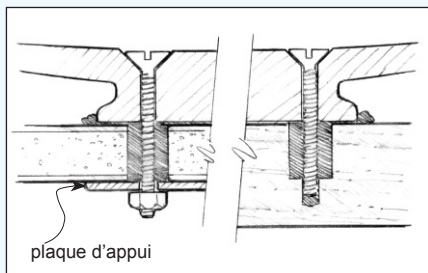

Figure 18 Serrer les fixations jusqu'à ce qu'un peu d'époxy s'échappe de la jointure.
5. Positionnez l'équipement à l'emplacement voulu. Introduisez et serrez les fixations jusqu'à ce qu'un peu de mélange époxy s'échappe de la jointure (*Figure 18*)